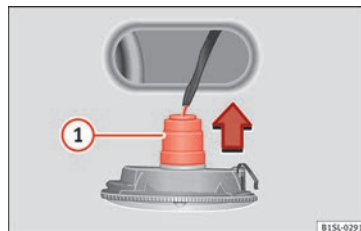

Bild 93 Blinkers: Glödlampsbyte.
- Dra ut glödlampshållaren med glödlampen i pilens riktning » bild 93 ①.